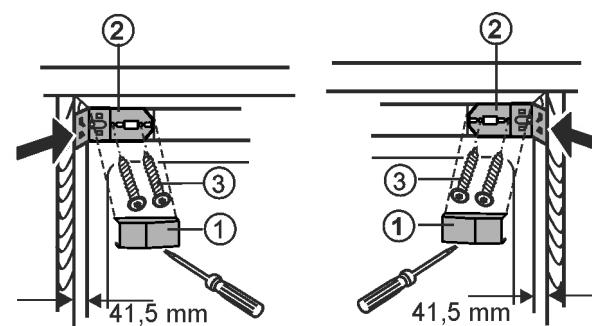
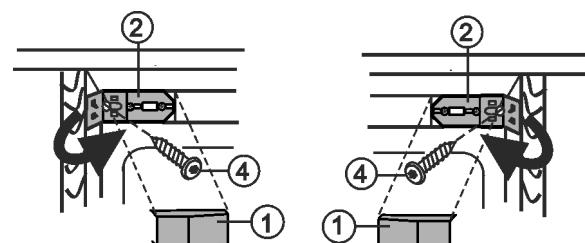

Fig. 11
Fig. 16
- Sortir le couvercle par le haut, à droite et à gauche Fig. 11 (1).
- Visser légèrement l'équerre de fixation Fig. 11 (2) à droite et à gauche avec des vis Fig. 11 (3).
- ▶ Visser l'appareil avec une vis Fig. 16 (4) à droite et à gauche sur la paroi latérale. Serrer fermement la vis Fig. 11 (3).
- ▶ Rabattre les parties latérales de l'équerre de fixation Fig. 16 (2) et les bloquer.
- ▶ Clipser de nouveau cache Fig. 16 (1).